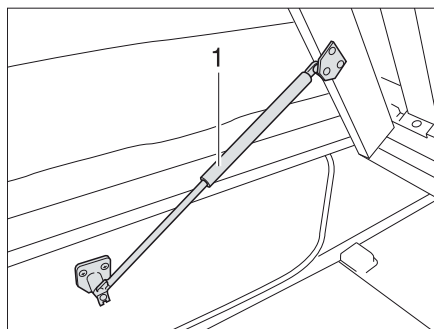

Fig. 61 Lit fixe
- Soulever le sommier à lattes. Les ressorts à pression de gaz (Fig. 61,1) maintiennent le sommier à lattes en position ouverte.